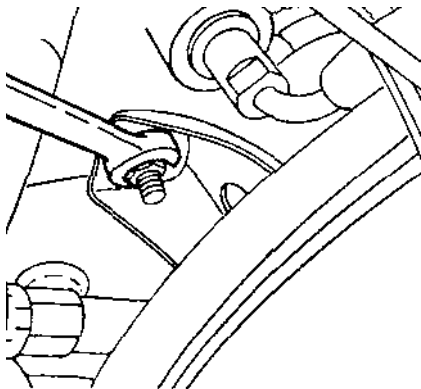

Рис. 7.21.
- открутить гайки крепления кронштейнов усилителя к кузову автомобиля (рис. 7.21);